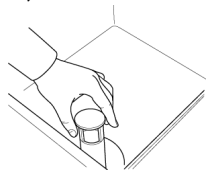

Fig.26
- 1- Abra la puerta y verificar que todos los componentes internos, el dispositivo de flujo de agua incluido, están en la posición correcta. (Fig. 26)